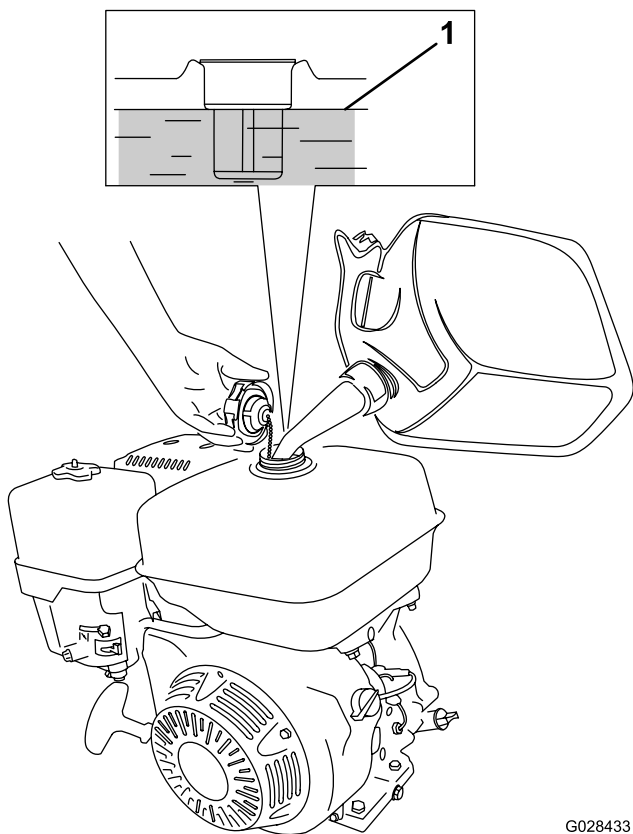

Figura 22
1. Limpe a zona em redor da tampa do depósito de combustível e retire a tampa do depósito (Figura 22). Utilizando gasolina sem chumbo (no mínimo, 87 octanas), encha o depósito de combustível até aproximadamente 25 mm abaixo da parte superior para permitir a expansão do combustível.